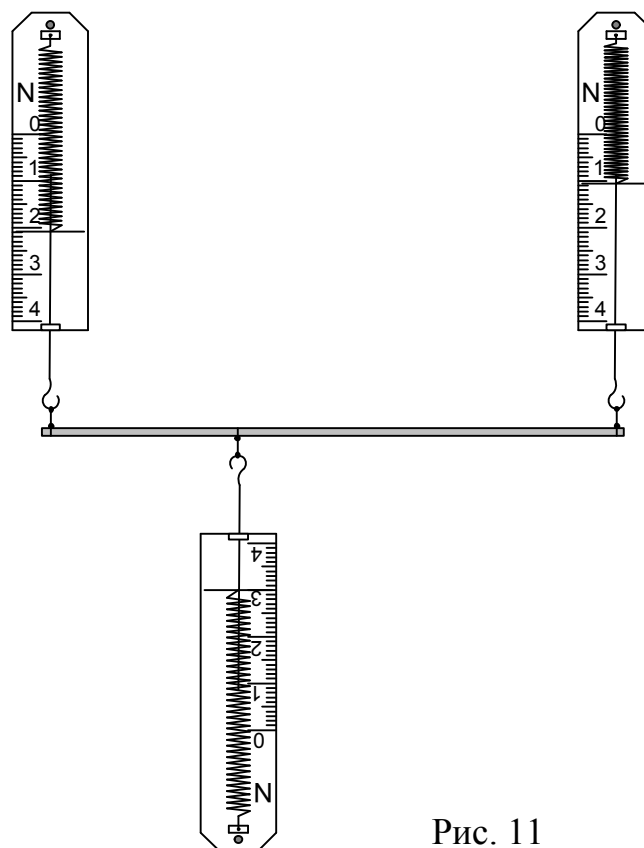
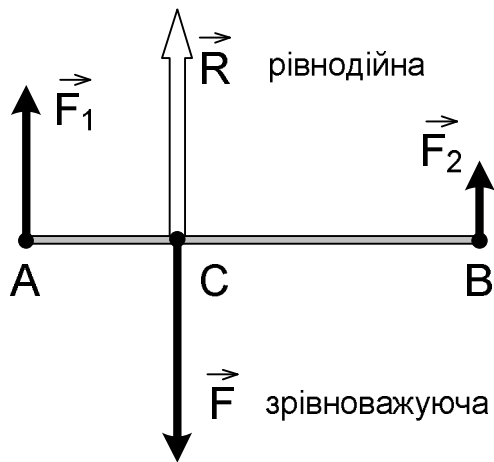

Рис. 11
Рис. 12
2. До кінців легенького (дерев'яного чи пластмасового) стержня прикріпіть з допомогою бавовняних шнурків два динамометра з магнітними тримачами. Закріпіть динамометри на вертикальному щиті від набору зі статики так, як показано на рис. 11. Третій динамометр приєднайте до петлі, що може переміщуватись вздовж стержня. Цей динамометр розташуйте ближче до одного з верхніх динамометрів. Перемішуючи динамометри по щиту, встановіть на них певне значення сил. Слідкуйте, щоб шнурки від динамометрів були перпендикулярні до стержня. Виміряйте відстані від точок прикладання складових і урівноважуючої сил, запишіть їх значення. Переконайтесь, що рівнодійна дорівнює сумі складових, а відстані від точки прикладання рівнодійної до точок прикладання складових обернено пропорційні значенням складових. Обидві демонстрації бажано ілюструвати малюнком (див. рис. 12).